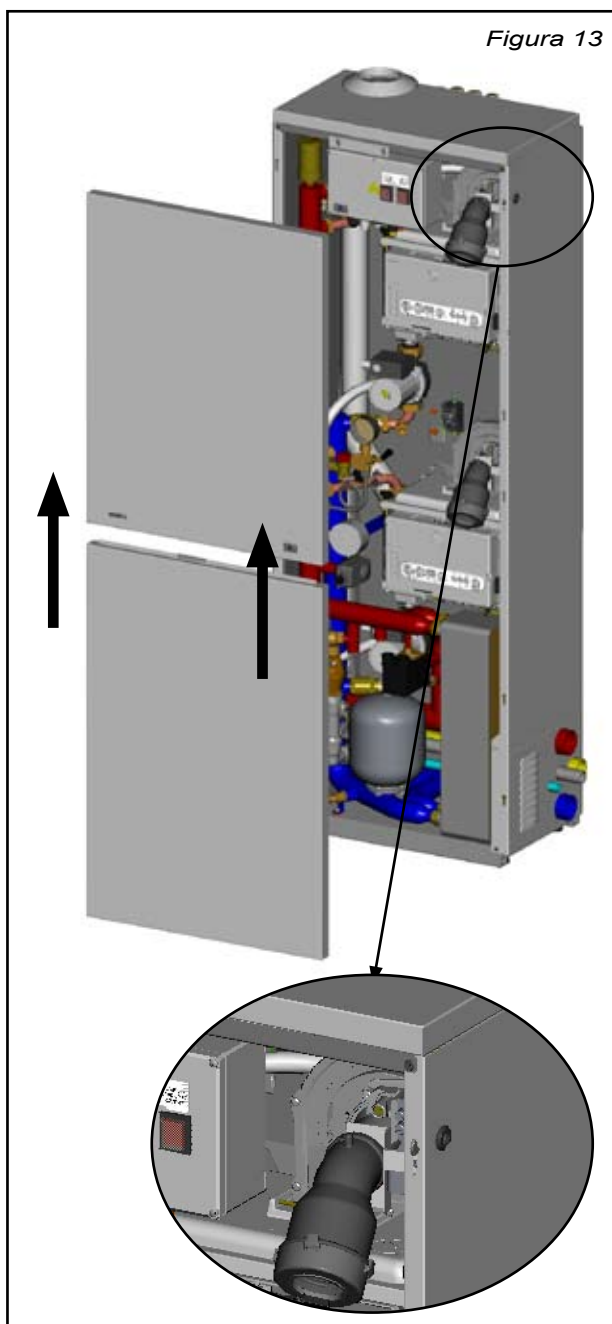

Figura 13
- 2) Tirare il mantello frontale superiore verso l'alto e successivamente quello frontale inferiore come mostrato in figura 13